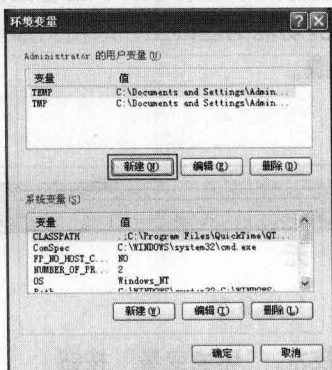

图 1-3 “环境变量”对话框
- 03 单击“启动和故障恢复”选项组中的“环境变量”按钮,弹出“环境变量”对话框,如图 1-3 所示。